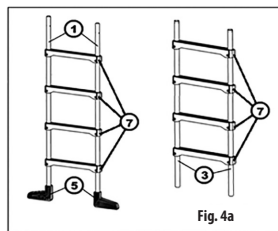
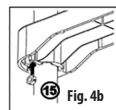
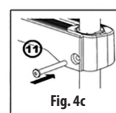

Fig. 4a
Fig. 4b
Fig. 4c
Tutti i gradini in plastica (7) devono essere applicati su entrambi i montanti tubulari esercitando un po' di forza e mantenendo sempre la stessa direzione di tutti i gradini. In caso di montanti tubulari smontabili (3) i tappi dei montanti devono essere rivolti sempre verso l'alto. Spostare i gradini lungo i montanti tubulari per trovare la posizione giusta per i fori dei gradini che devono combaciare con i fori dei montanti (Fig. 4a). Inserire il dado (15) (Fig. 4b) nella scanalatura praticata sul lato inferiore del gradino e fissare il gradino con le viti (11) (Fig. 4c).